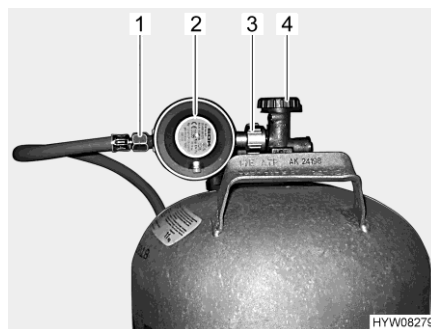

Fig. 68 Raccord bouteille de gaz
- Fermer le robinet principal (Fig. 68,4) de la bouteille de gaz. Observer le sens de la flèche.
- Maintenir le régulateur de pression du gaz (Fig. 68,2) et ouvrir la vis moletée (Fig. 68,3) (en général filetage à gauche).
- Retirer le régulateur de pression du gaz avec la lyre (Fig. 68,1) de la bouteille de gaz.
- Placer le régulateur de pression du gaz (Fig. 68,2) avec la lyre (Fig. 68,1) sur la bouteille de gaz et serrer la vis moletée (Fig. 68,3) (en général filetage à gauche). **Ne pas** serrer trop fort.